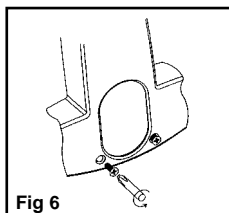
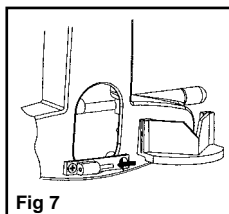

Fig 6
Fig 7
A. Quite los tornillos del panel situado debajo de la ventana frontal, utilizando para ello el destornillador suministrado con el equipo. (fig 6)
1. Coloque la barra de montaje con el pasador hacia la derecha, asegurándola con los tornillos que se extrajo en el paso (A) (Fig. 7). Tras haber deslizado el espejo didáctico en el pasador de la barra de montaje, será posible subirlo y bajarlo.
1. Una vez que se hayan quitado los tornillos, tal como se indica en la Fig. 6, se colocará la barra de montaje y se sustituirá únicamente el tornillo del lado izquierdo. A continuación, se colocará el espejo didáctico, tal como se indica en la Fig. 7.